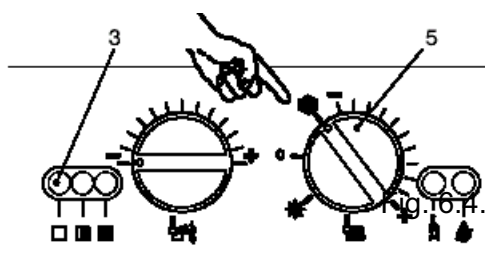

Fig. 6.4.
15. Alimentar electricamente a caldeira, accionando o interruptor bipolar. O indicador luminoso 3 da fig. 6.4., faz uma breve intermitência cada 4 segundos aproximadamente.
16. Colocar o comutador de função 5 na posição indicada na fig. 6.4. O indicador luminoso fica com intermitências de aproximadamente cada segundo.